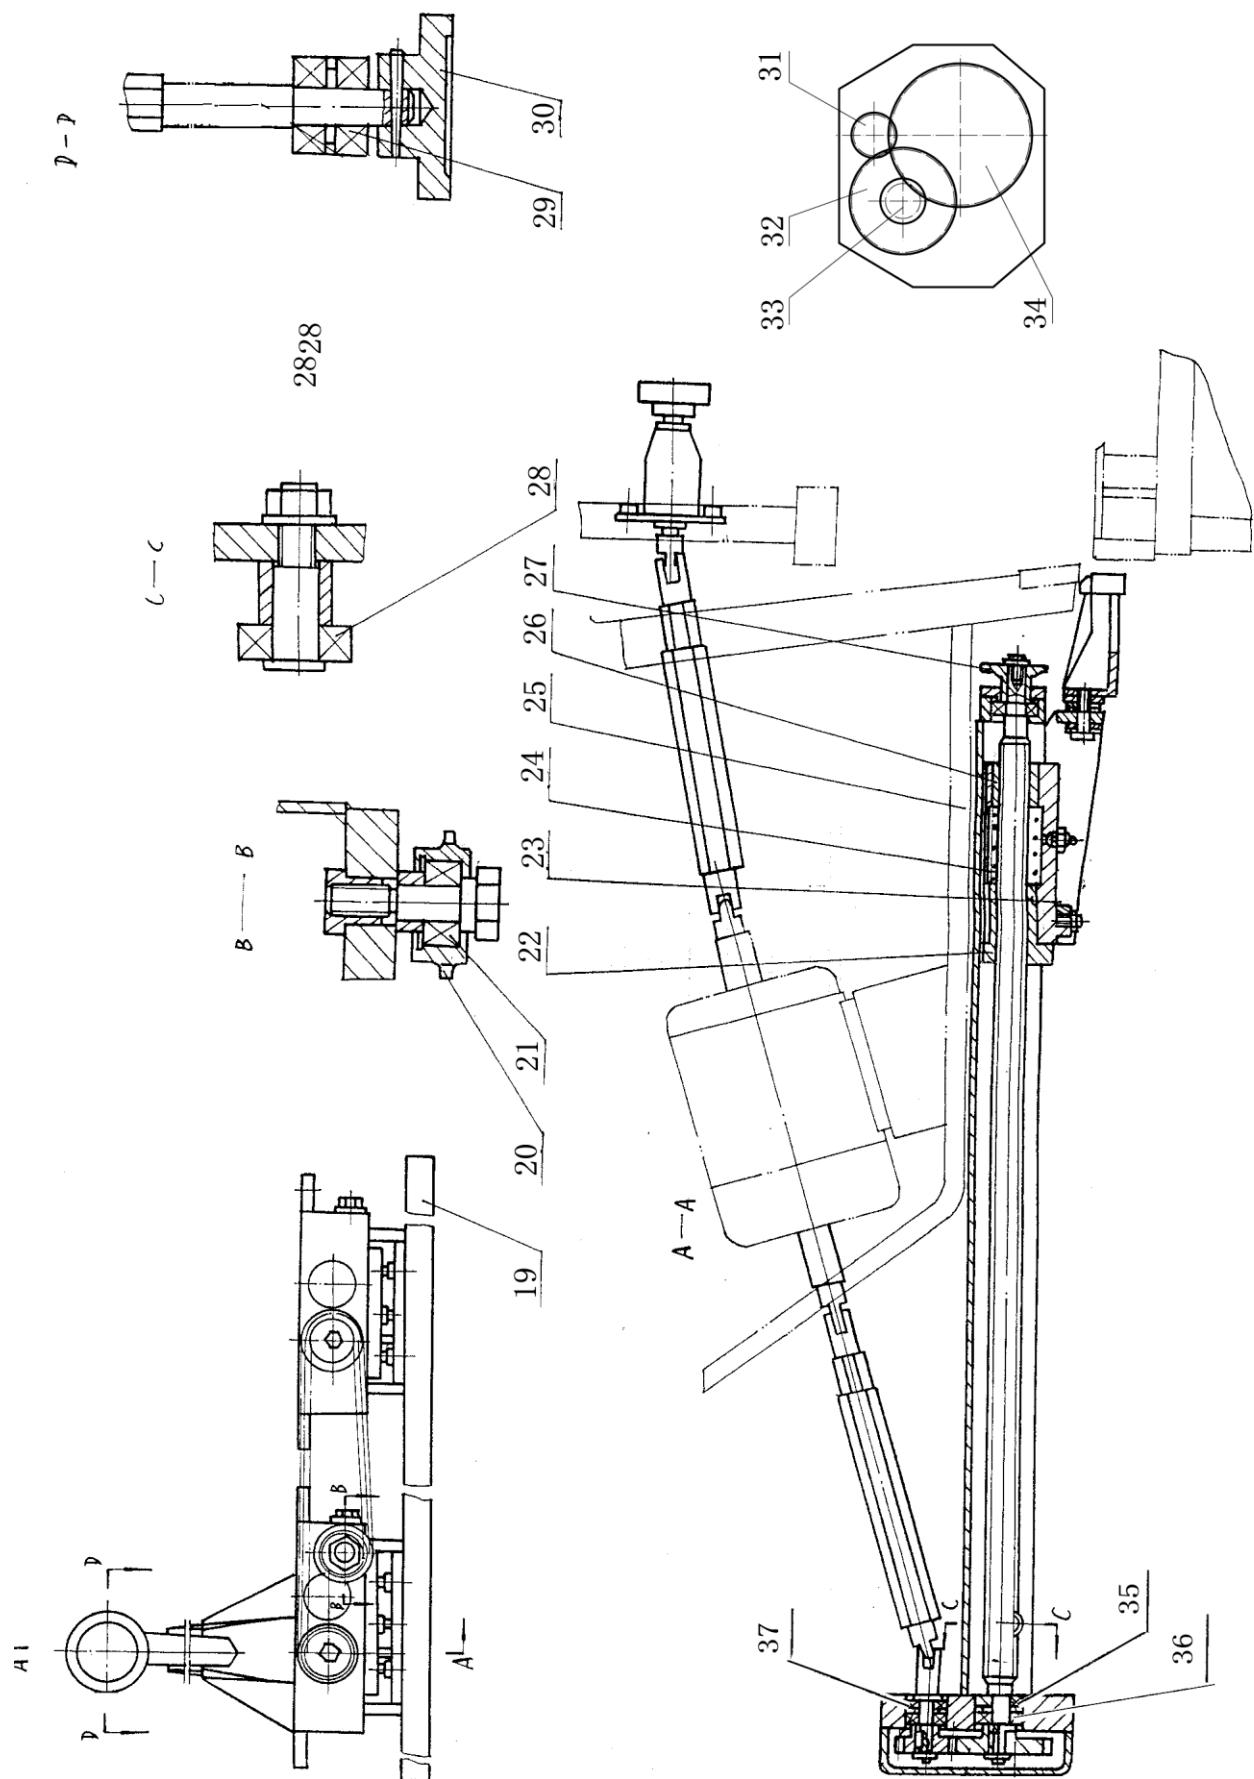

Рис. 5.6: Задний упор
Машина оснащена несколькими гидравлическими цилиндрами (рис. 5.6), расположенными на опорной поверхности. Когда масло поступает в гидравлические цилиндры, головка перемещается вниз, преодолевая усилие натяжения пружины (17), и оказывает давление на режущую пластину, которая после резки стального листа возвращается в прежнее положение под действием пружины.
Задний упор (Рис. 5.6): устанавливается на держателе верхнего ножа и перемещается вверх-вниз вместе с держателем верхнего ножа. Регулировка заднего упора осуществляется приводом мощностью 0,55 кВт с зубчатой передачей. Задний упор перемещается вперед/назад нажатием кнопки -/+ в соответствии с заданными параметрами. При отсутствии заданных параметров перемещение можно осуществлять вращением ручного маховика (41).